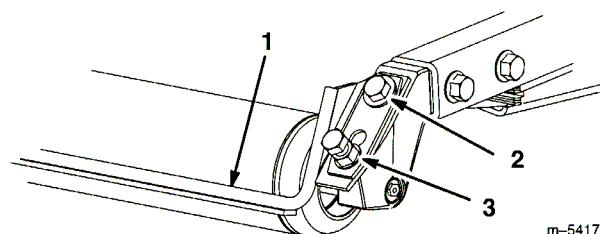

図4
1. 上についている2本の取り付けネジと下についている2個のフランジ・ナットをゆるめる(図4)。